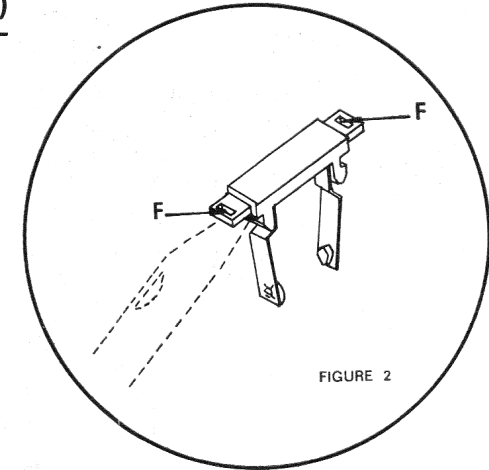

FIGURE 2
- Le porte-balais complet (fig. 2, voir croquis), peut alors être retiré du moteur en passant une lame de canif sous la plaquette supérieure et en effectuant une légère pesée vers le bas.